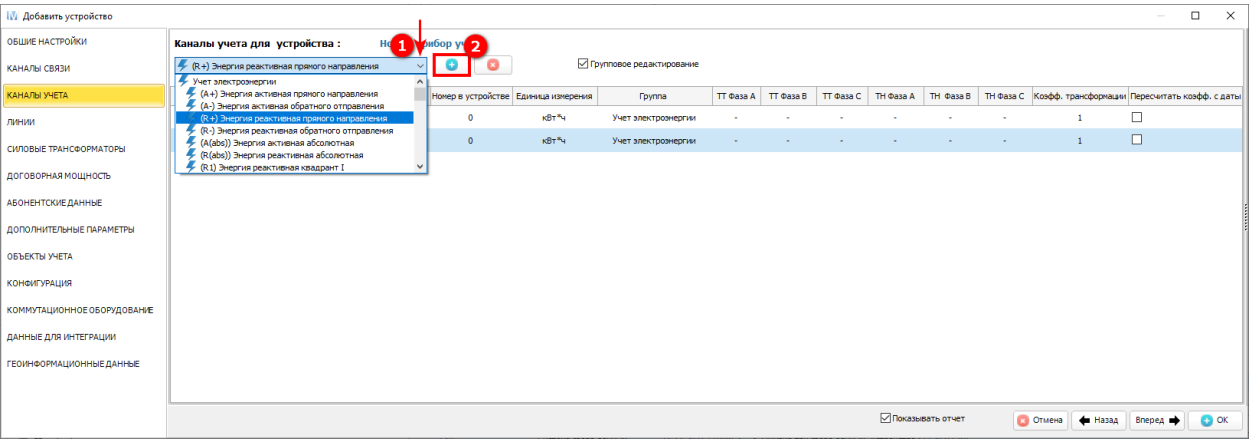

Рисунок 300 – Параметры устройства – Каналы учета – Добавление канала учета
При необходимости можно выбрать из списка (1) (см. рисунок 300) дополнительные каналы учета для добавляемого устройства, затем нажимаем кнопку (2) для сохранения изменений.